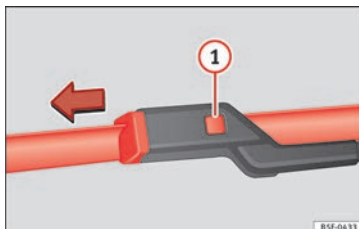

Fig. 82 Sostituzione delle spazzole dei tergicristalli.
- Mantenere premuto il tasto di sblocco » **fig. 82 1** tirando leggermente la spazzola nel senso della freccia.